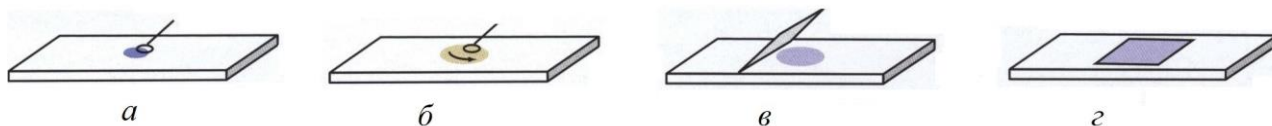

Рис. 1.4. Схема виготовлення препарату «роздавлена крапля»
8. Отриману суспензію мікроорганізмів накрийте покривним склом. Щоб у полі зору не було пухирців повітря, розташуйте покривне скло під кутом 40–45 °, доторкніться ним до краю краплі і, коли вона розподілиться вздовж межі, обережно накрийте краплю суспензії покривним скельцем (рис. 1.4, *в, з*).